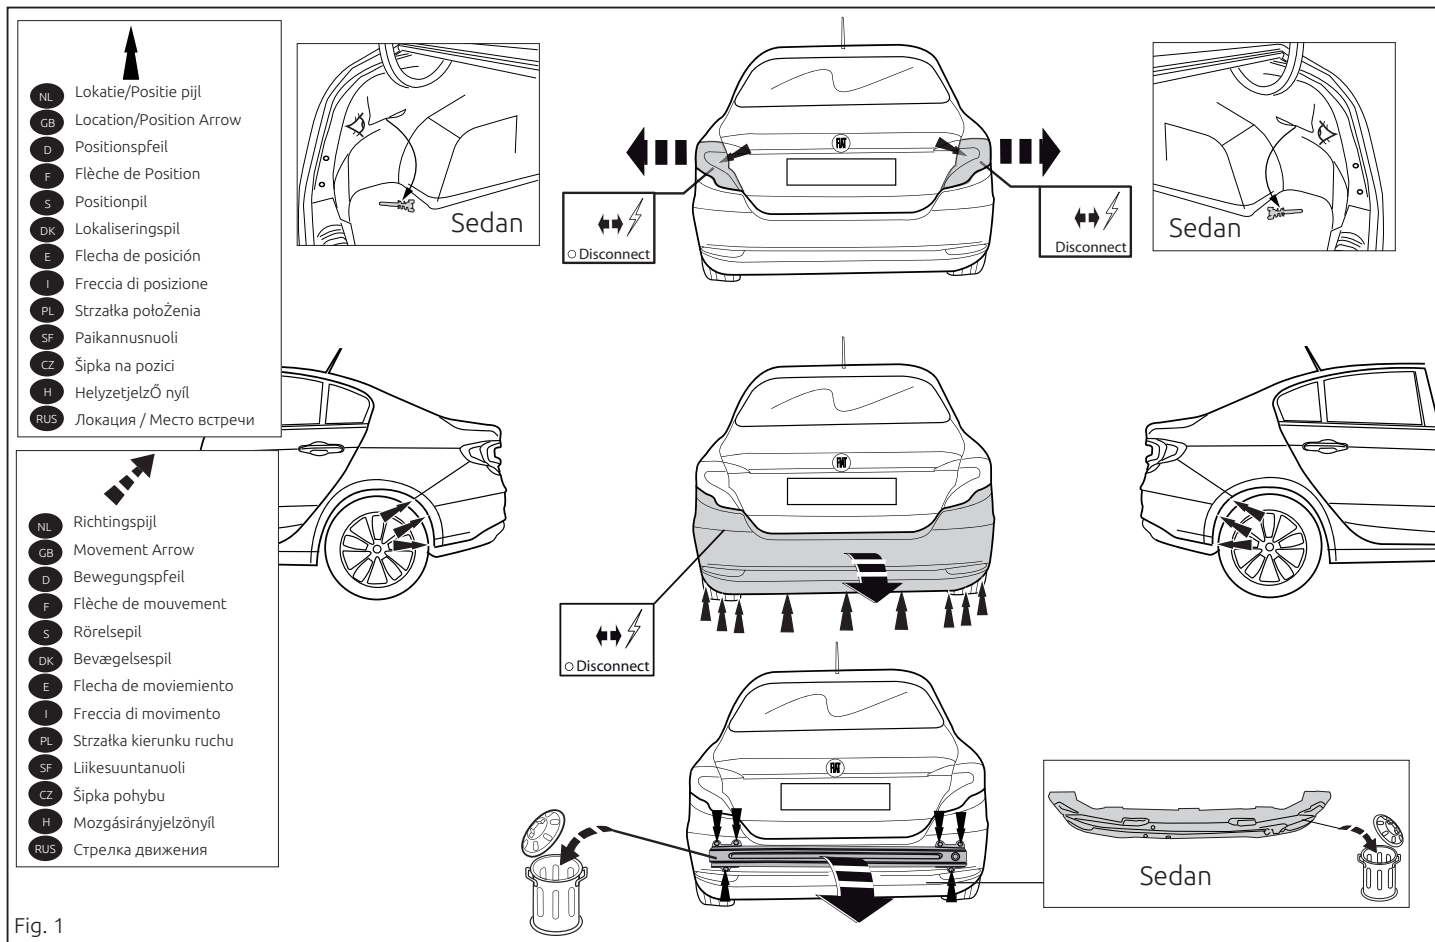

Fig. 1
2. Снять бампер вместе со стальным буферным брусом автомобиля. Буферный брус больше не понадобится. См. рисунок 1.